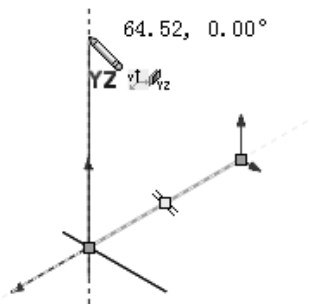
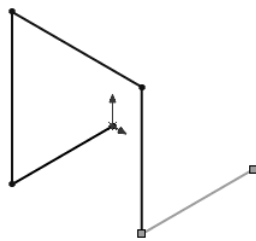

图 3-3 在 YZ 基准面上绘制草图
图 3-4 绘制完的三维草图
5) 步骤 4) 是在 XY 基准面上绘制直线, 当继续绘制直线时, 控标会显示出来。按〈Tab〉键可以改变绘制的基准面, 依次为 XY、YZ、ZX 基准面。图 3-3 所示为在 YZ 基准面上绘制草图。按〈Tab〉键依次绘制其他基准面上的草图, 绘制完的三维草图如图 3-4 所示。